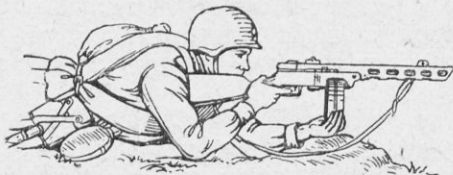

Рис. 61. Левая рука под магазином на упоре
67. Для прикладки нужно, не теряя цели из виду, плотно упереть приклад в плечо, одновременно наклонить голову немного вперёд, не напрягая шеи, приложить правую щеку к прикладу; левой рукой поддерживать автомат на ладони снизу между магазином и спусковой скобой (рис. 60) или под магазином (рис. 61); правой ру-